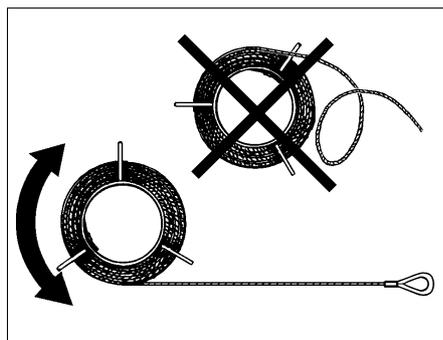

Fig. 1.6
- Evite a formação de laços ao desenrolar o cabo de aço (Fig. 1.6).